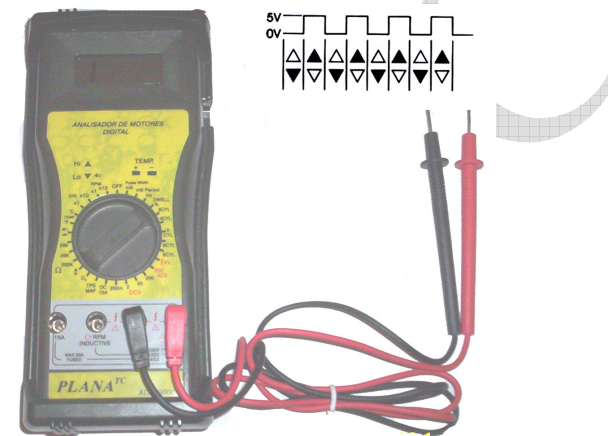

Fig.23
- Pegue os cabos de testes do **ADM-9000** e conecte as garras preta e vermelha conforme indicado na fig.23;